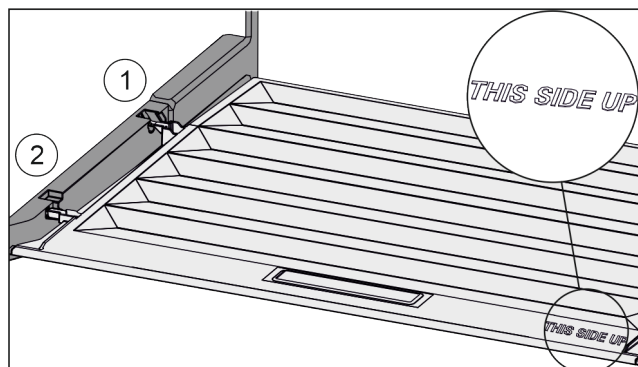

Fig. 55
- ▶ Výstupky veka zavedte cez otvor zadného držiaka Fig. 55 (1) a zaistite vpredu v držiaku Fig. 55 (2).